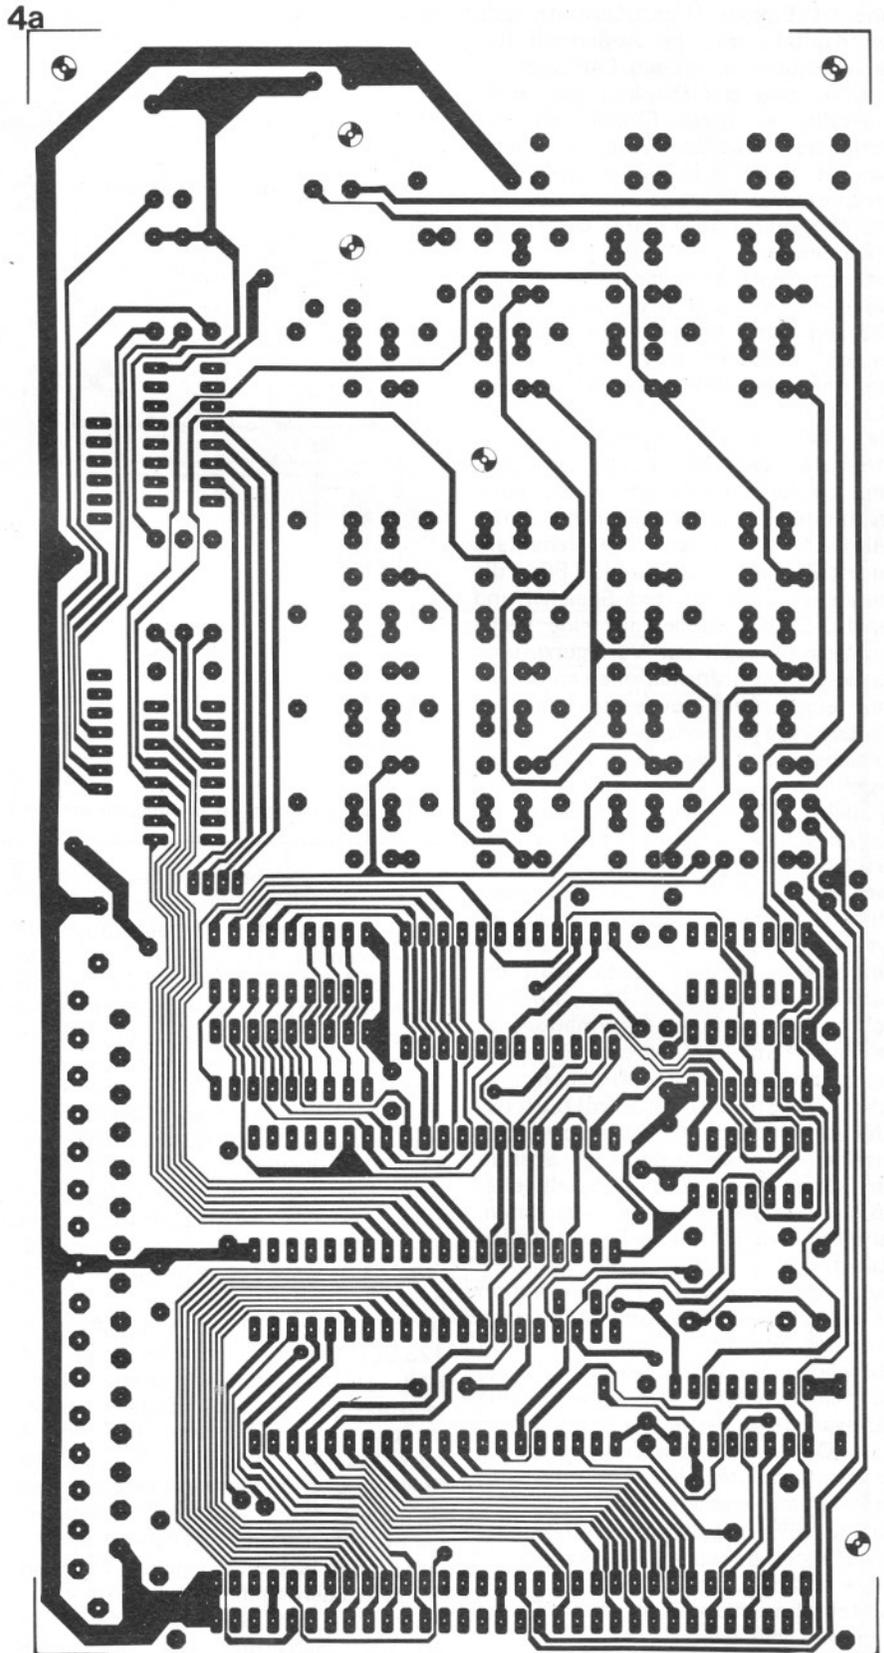

Bild 4. Platinen-Layout für die Tastatur- (a) und Bestückungsseite (b) der Computer-Platine (Nr. 1).
• Jetzt ist die doppelseitige Computer-Platine an der Reihe (Bild 4 und 5). An Hand des Platinen-Aufdrucks wird deutlich, auf welcher Seite die Bau-